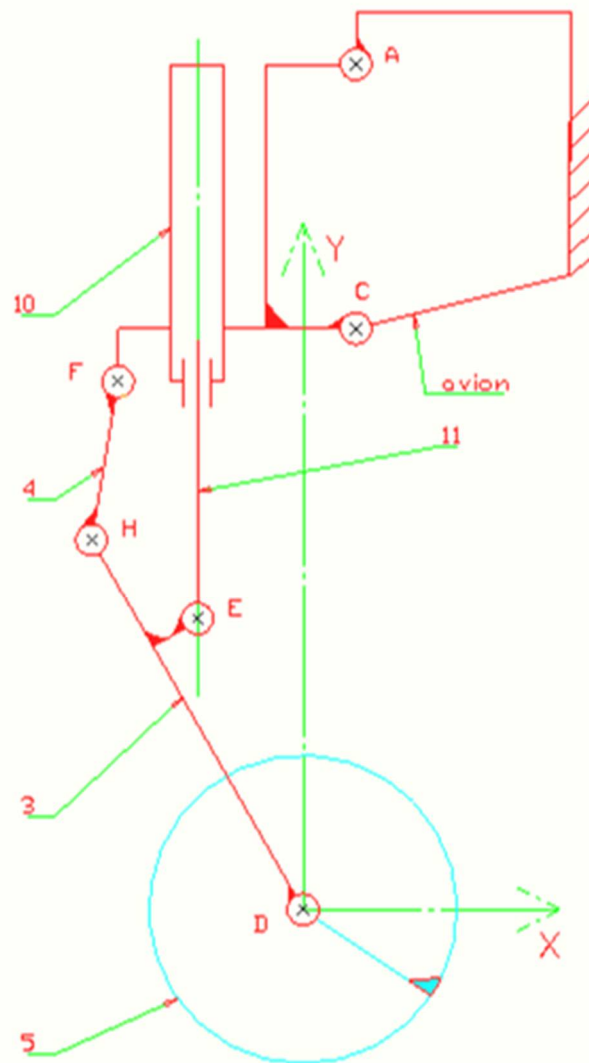

figure 3
Etude sur la figure 3 page 24 - **Echelle: 1 cm pour 1 cm/s**
**Question 1** - A l'instant considéré,  $\|\vec{V}_{(E \in 11/10)}\| = 3 \text{ cm/s}$ . Mettre en place, sur la figure 3, le vecteur vitesse  $\vec{V}_{(E \in 11/10)}$ .